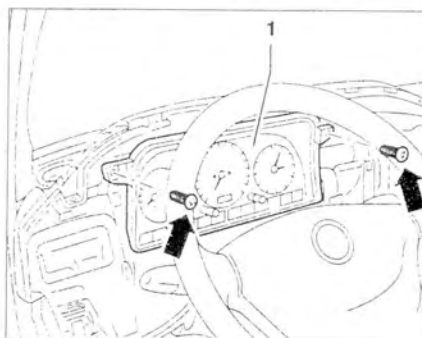

Рис. 9.21. Открутите винты слева и справа (стрелки).
10. Открутите винты слева и справа (стрелки) (рис. 9.21).